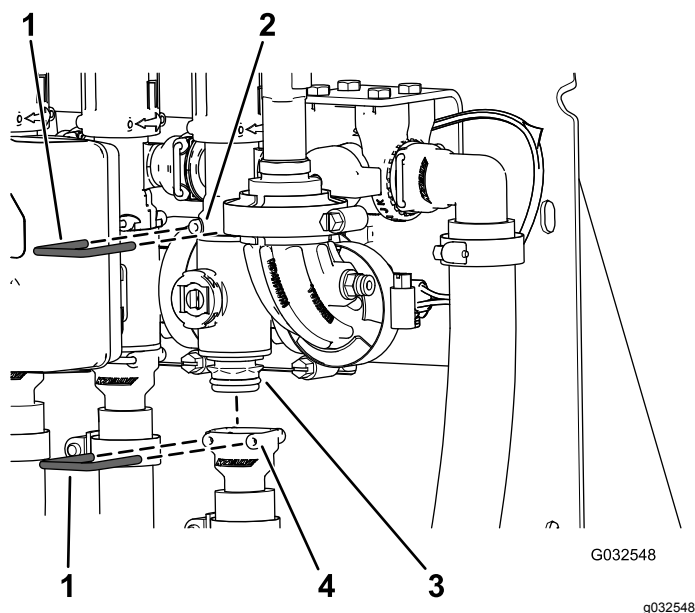

Figura 103
2. Retire a fixação que fixa o coletor da válvula de secção à união de derivação (Figura 103).